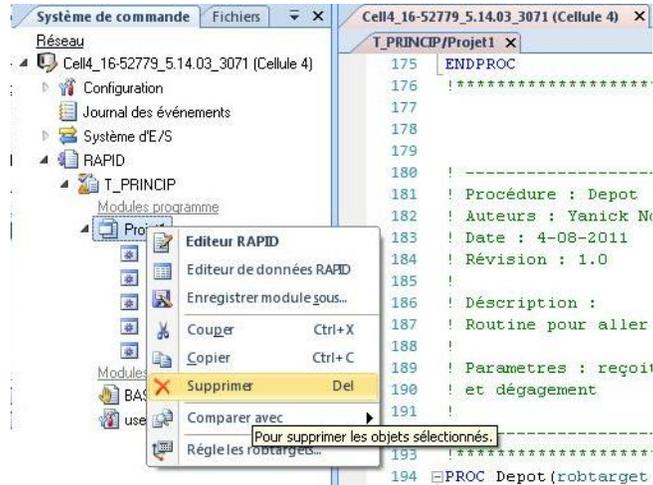

FIGURE 20 EFFACER UN MODULE
3. Sélectionnez votre module dans la tâche « T_Princ », puis cliquez avec le bouton de droite sur celui-ci, comme montré à la Figure 20. Une fois le menu déroulant apparu, choisir « supprimer » afin de nettoyer le contrôleur de votre travail afin d'éviter tout risque de plagiat.